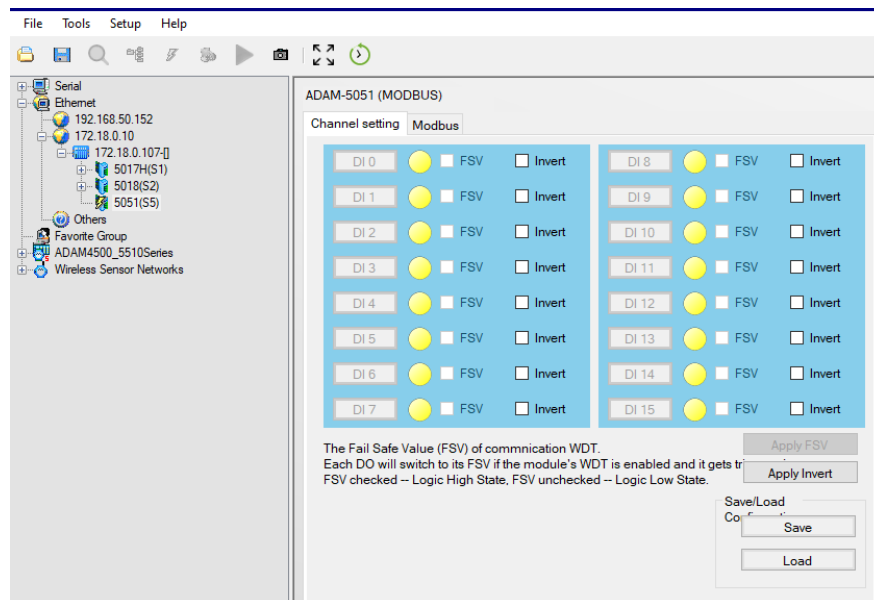

Рис. 2.18. Вікно налаштування модуля ADAM-5051D
2.4.9. Налаштувати модуль введення дискретних сигналів ADAM-5051D, для чого перейти до вікна налаштування (рис. 2.18), натиснувши на зображення модуля в області дерева модулів.